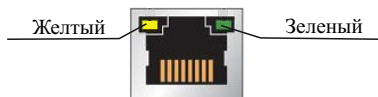

Рисунок 6
5.9 Для удобства пусконаладочных работ на разъемах R3-Link IN и R3-Link OUT размещены по два индикатора (рисунок 6). По их состоянию можно оценить состояние линии между двумя соседними приборами (таблица 2).